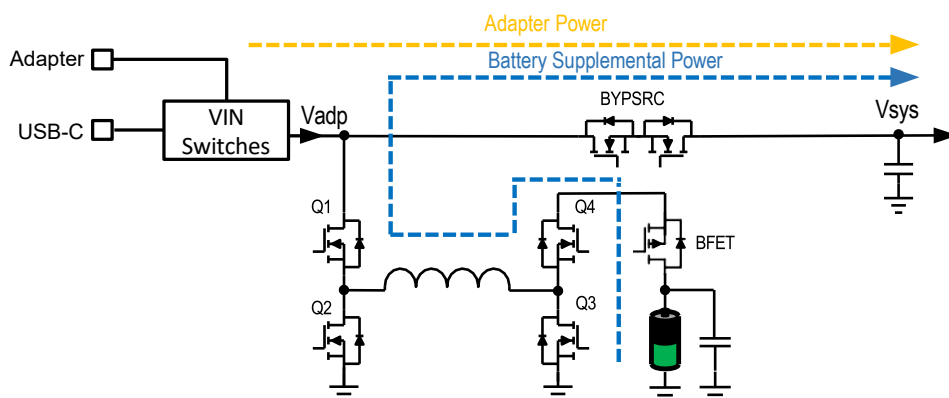

図 6. 「Reverse Turbo-Boost」モードにおけるルネサスバックブースト型充電器
- ii. 入力電力 < システム電力：この条件では、バッテリーは放電する必要があり、バックブースト型充電器は逆方向動作によってバッテリーから V_{adp} 側へエネルギーを送り出します。バッテリー電力は入力電力と組み合わせられ、システム電力へ供給されます。このモードは「Reverse Turbo-Boost」モードとも呼ばれ、図 6 にその電力経路を示します。